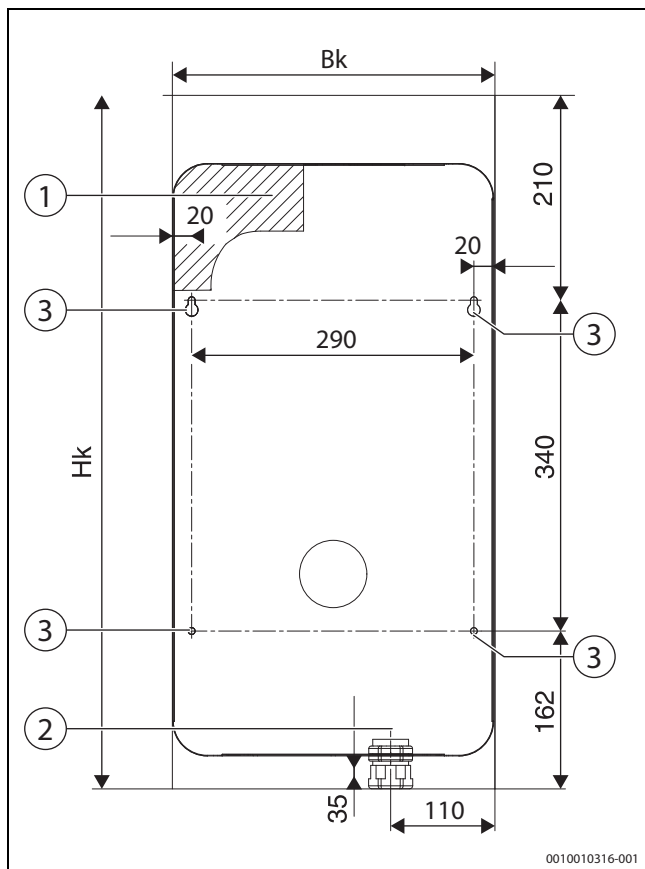

Bild 8 Abmessungen der Bohrungen für das Befestigen des Heizgerätes an der Wand und für das Versorgungskabel beim Heizgerät Tronic Heat 3500 4-12 kW
- ▶ Positionen der Bohrlöcher für die Montageplatte anzeichnen. Für das Befestigen können Sie die beigelegte Schablone verwenden (→ Bild 8, Seite 13, [1])